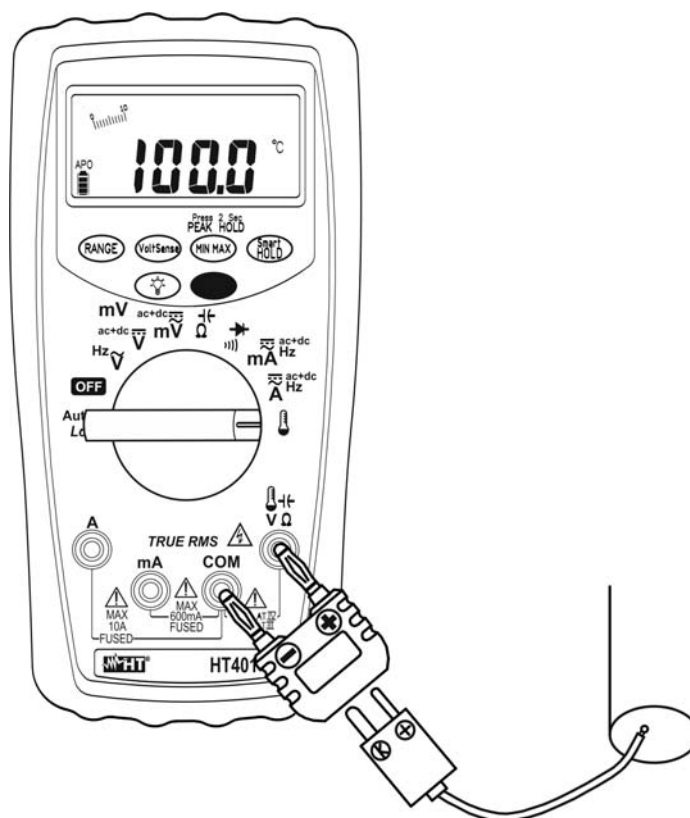

Fig. 10: Uso dello strumento per misura di Temperatura
3. Inserire l'adattatore in dotazione nei terminali di ingresso  e **COM** rispettando i colori rosso e nero presenti su di esso (vedere Fig. 10)
4. Collegare la sonda a filo tipo K in dotazione o una delle sonde opzionali (vedere Fig. 10) allo strumento tramite l'adattatore rispettando le polarità positiva e negativa presenti sulla spina della sonda. Il valore della temperatura è mostrato a display